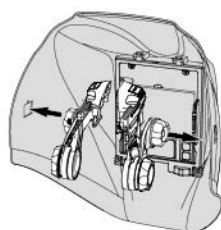

fig.12
- Haga coincidir cada adaptador con el lado correcto de la calota del casco (véase la fig. 12).